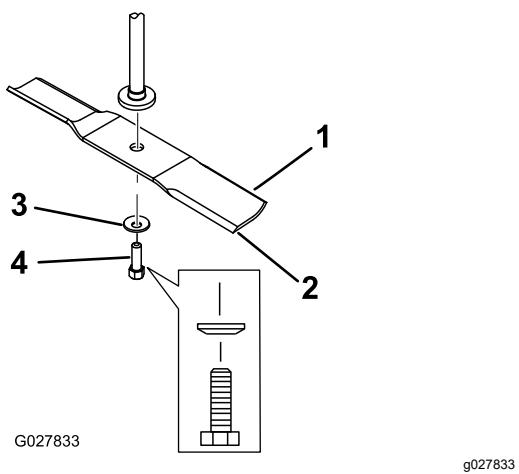

Рисунок 63
2. Отверните болт ножа, снимите изогнутую шайбу и нож с вала шпинделя (Рисунок 63).
1. Установите нож на шпиндель (Рисунок 63).
2. Установите изогнутую шайбу (чашеобразной стороной в сторону ножа) и болт ножа (Рисунок 63).